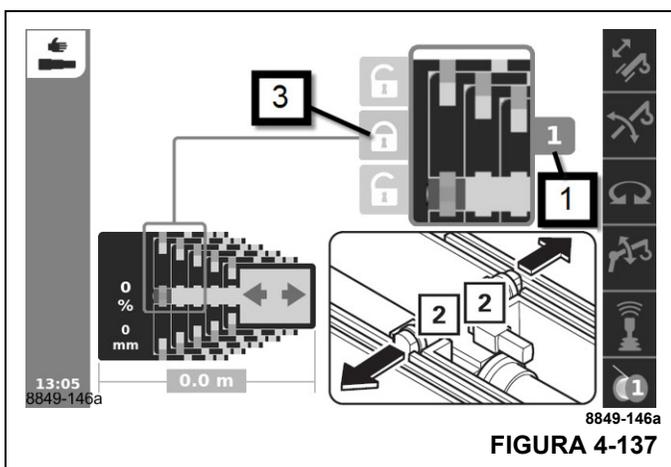

FIGURA 4-137
- Telescópicase hasta la longitud fija deseada, por ejemplo, sección telescópica (1, Figura 4-137) 1 a 100 %.